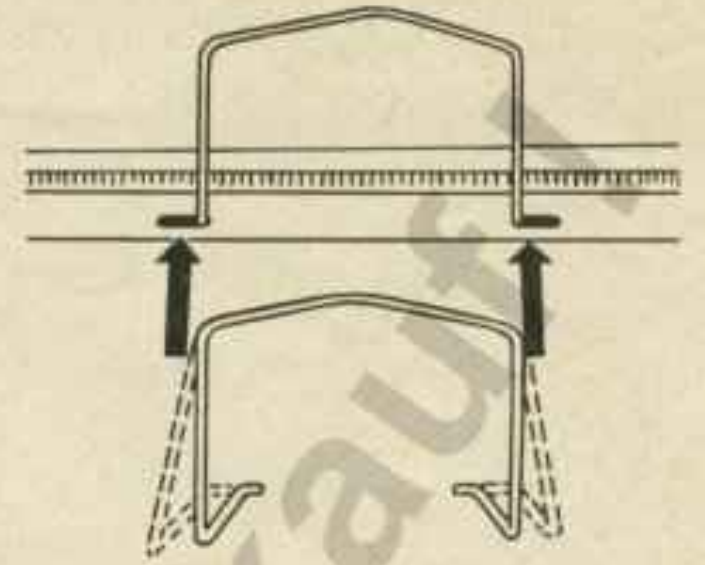

Fig. 19
**Zählerkulisse an der Kante des vorderen Bettes befestigen:** die Enden spreizen, in zwei passende Schlitz einführen und loslassen. Diese Kulisse kann an verschiedenen Stellen eingesetzt werden, Fig. 19